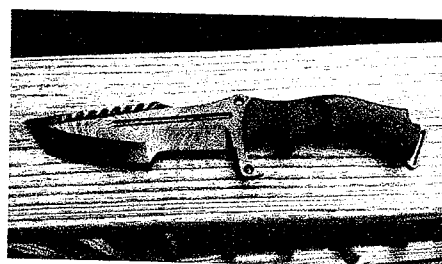

Рис. 5. Охотничий нож
- **Охотничий нож** — обширный класс ножей, применяемых на охоте, может включать такие разновидности, как *нож для добывания дичи, шкуроедъёмный нож (скиннер), лагерьный нож*. Клинок в большинстве случаев прямой, со сравнительно толстым обухом. Длина лезвия многих моделей до 12-15 см. На рукояти обычно отсутствуют сильно выраженные подпальцевые упоры и гарда. У многих моделей в головке рукояти проделывается отверстие, в которое пропускается темляк. [1.] (Прил. 1, рис.5)